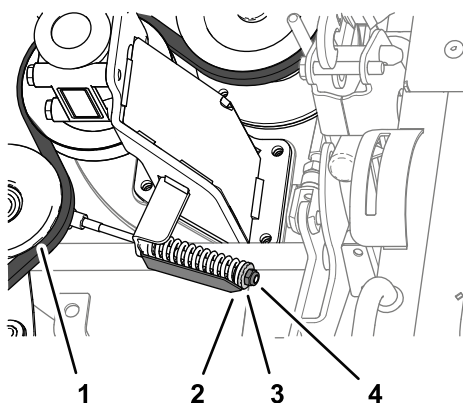

Figura 133
4. Desaperte a porca de bloqueio do tensor da correia até conseguir retirar a correia da polia tensora da correia (**Figura 133**).
2. Aperte a porca de retenção até que a seta do indicador de tensão alinhe com a superfície exterior da anilha (**Figura 133**).